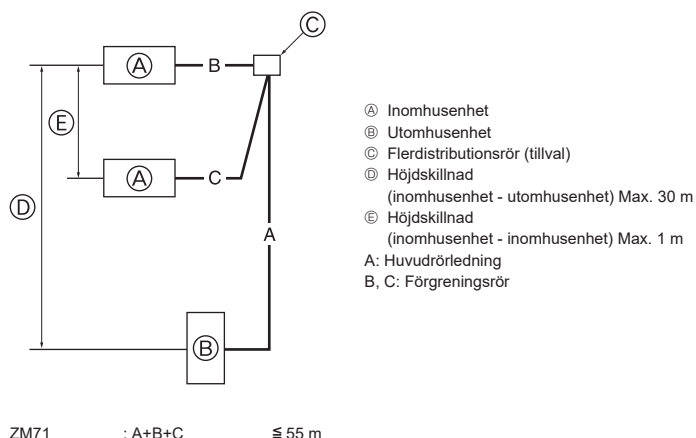

Fig. 4-7
4.8. För dubbla/tredubbla kombinationer (Fig. 4-7)